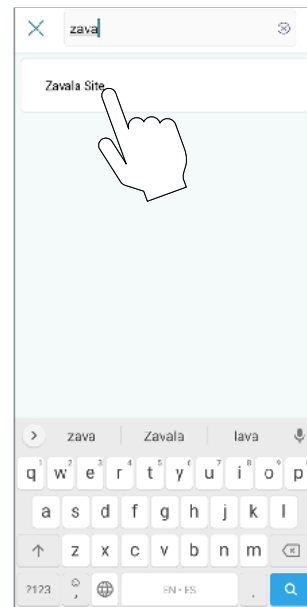

**Figure 135.** Sélectionner une autre organisation
2. Dans le menu principal, cliquez sur l'option Organisation, voir **Figure 135**.